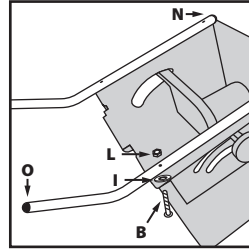

Abb. 3
- Befestigen Sie beide Bauteile an dem Hauptkörper der Maschine, mit Befestigungsteilen **B, J und L (Abb. 3).**